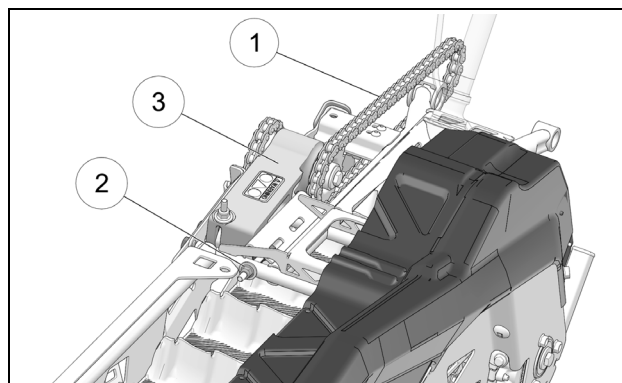

Figure 4
**NOTE:** Desserrer le boulon de fixation (3) de  $\frac{1}{2}$  tour seulement. Il doit demeurer sous tension pendant l'ajustement.
- Ajuster la tension de la chaîne d'entraînement primaire (1) en tournant l'écrou d'ajustement (2) à l'arrière du tendeur (3) pour éliminer le jeu de la chaîne primaire. Voir la Figure 4.